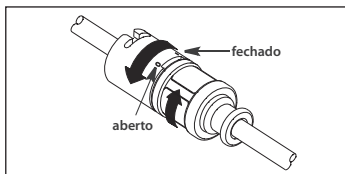

Figura 6
b. Se estiver a utilizar uma proteção contra contaminação do cateter com um adaptador TwistLock, rode a metade superior do conector distal no sentido horário para fixar o cateter em posição. Reposicione a extremidade proximal da proteção do cateter, conforme pretendido. Rode as metades superior e inferior em sentidos opostos, para fixar em posição. Teste o adaptador puxando o cateter com suavidade para garantir uma fixação segura no cateter (ver Figura 6).